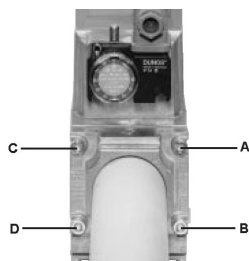
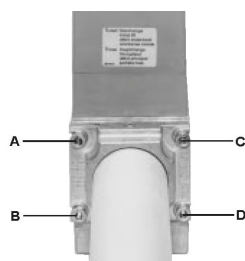

Рис. 12
Рис. 13
1. Расслабить винты А и В, но **не снимать** их (Рис. 12 и Рис. 13)
2. Отвинтить винты С и D (Рис. 12 и Рис. 13)